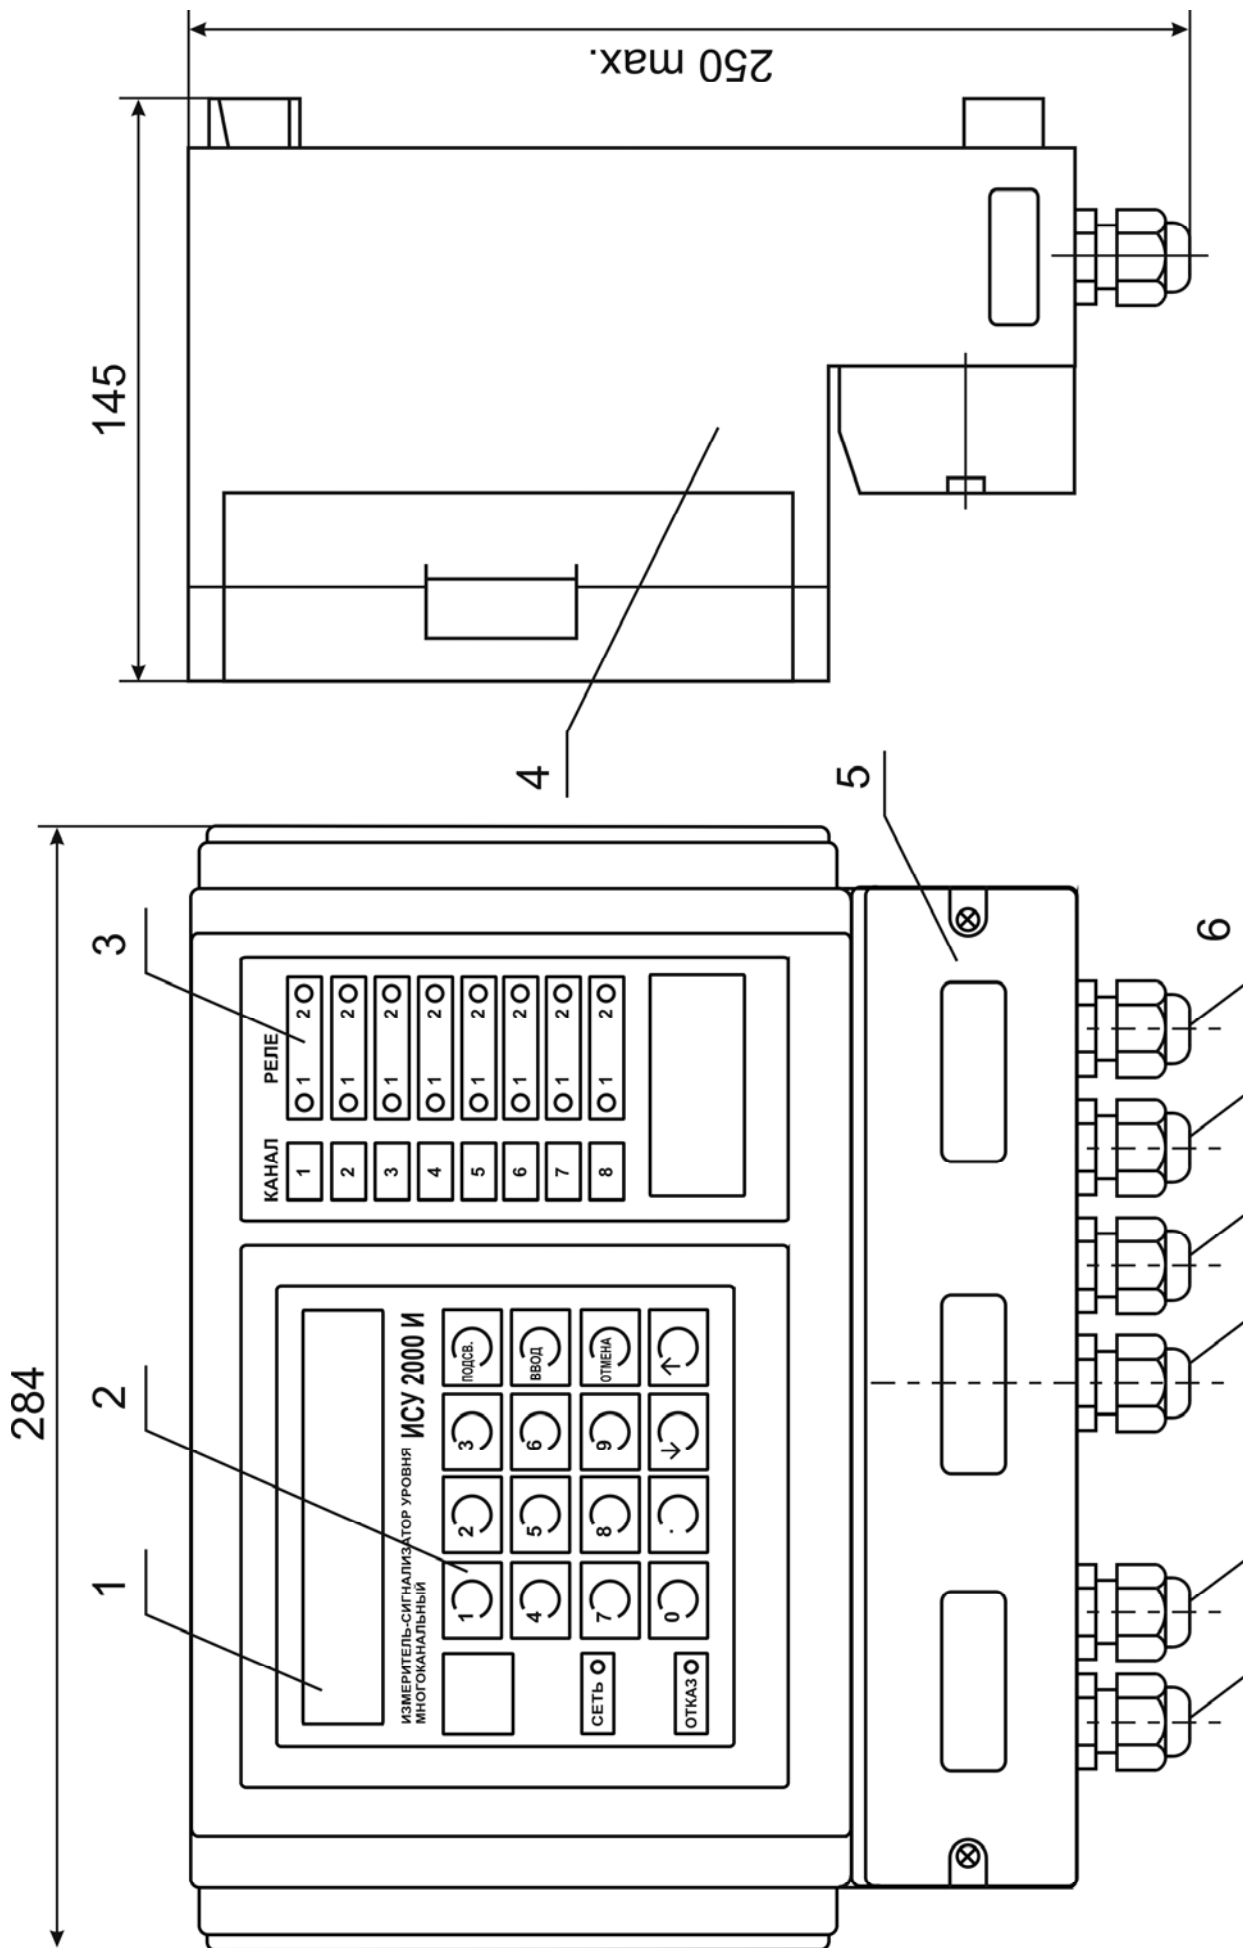

Рисунок 8 – Блок обработки
1.3.3 Блок обработки (рисунок 8) состоит из корпуса 4, крышки 5 и электронного модуля, расположенного внутри корпуса. На нижней стороне корпуса расположены шесть кабельных вводов 6. Габаритно-присоединительные размеры приведены в приложении Е.